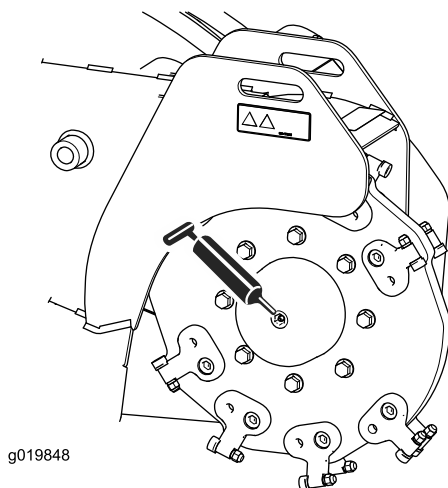
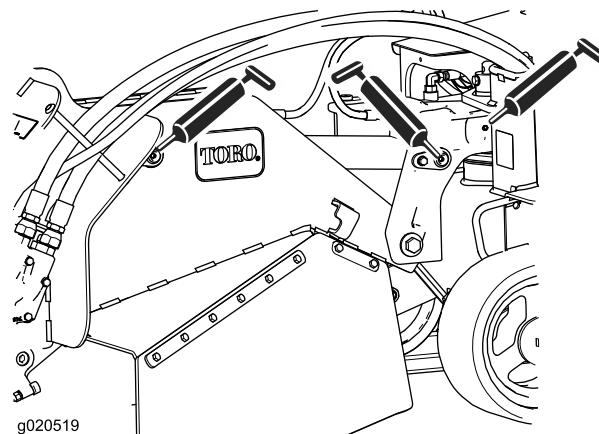

Figura 26
Figura 28
3. Ligue uma pistola de lubrificação ao encaixe (Figura 26 a Figura 28).